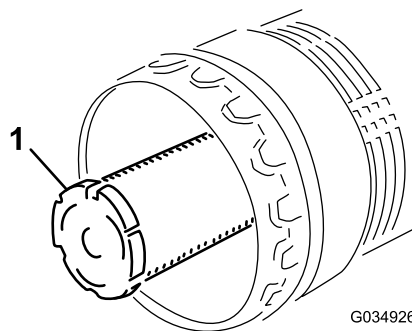

Figura 98
**Nota:** Substitua o filtro secundário a cada 3 operações de manutenção do filtro primário (Figura 98).